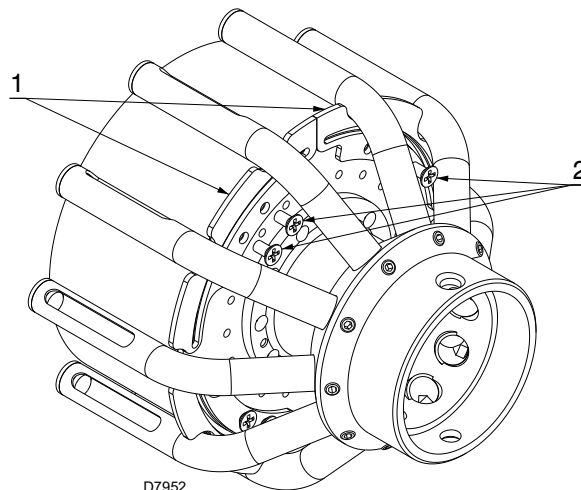

Fig. 17
- togliere le 8 viti 2) (Fig. 17);